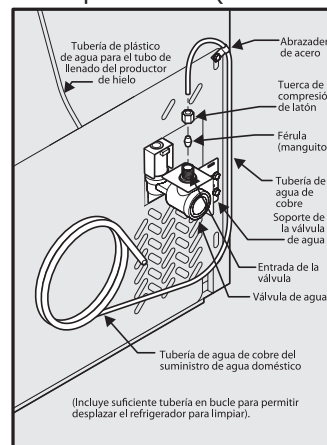

Figura 1
4. **Si usa tuberías de cobre:** deslice la tuerca de compresión de latón y luego la férula (manguito) en la tubería de suministro de agua. Empuje la tubería de suministro de agua hacia dentro de la entrada de la válvula de agua lo más posible (1/4 de pulgada/6,4 mm). Deslice la férula (manguito) en la entrada de la válvula y apriete manualmente la tuerca de compresión en la válvula. Apriete otra media vuelta con una llave; NO apriete en exceso. Ve a la Figura 1.